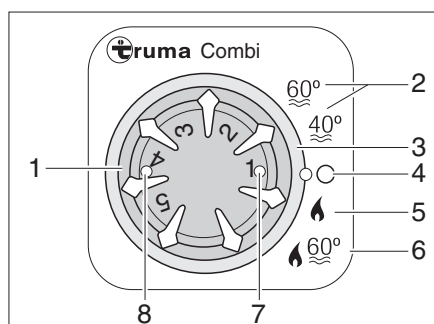

Fig. 112 Unidad de mando para la calefacción/caldera
- Seleccionar el modo de funcionamiento con el interruptor giratorio (Fig. 112,3).
La calefacción selecciona por sí sola la potencia de quemador necesaria. En el modo de funcionamiento "Calefacción y caldera" (Fig. 112,6) se calienta también el agua en la caldera. La calefacción puede utilizarse en el modo de funcionamiento "Calefacción sin caldera" (Fig. 112,5) con la caldera vacía.
- Poner el botón giratorio de temperatura (Fig. 112,1) de la unidad de mando en el nivel de calefacción deseado.
- Poner el interruptor giratorio (Fig. 112,3) en modo de invierno "Calefacción sin caldera" (Fig. 112,5) o en modo de invierno "Calefacción y caldera" (Fig. 112,6).
La luz de control verde (Fig. 112,7) se enciende.
- Ajustar el interruptor giratorio (Fig. 112,3) en "O" (Fig. 112,4).
La combinación de los funcionamientos a gas y con electricidad a 230 V acorta el tiempo de calentamiento (esto solo es posible si en la unidad de mando (Fig. 112) la calefacción se encuentra ajustada en modo de invierno).